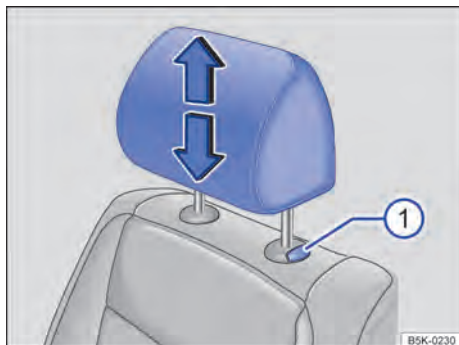
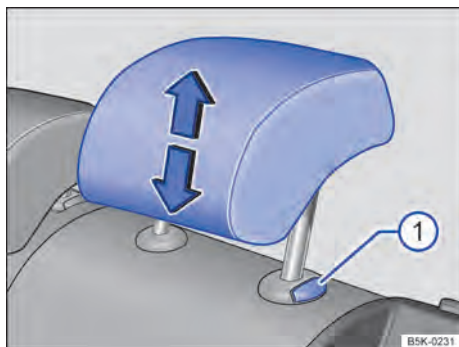

Fig. 75 Ajustar o apoio para cabeça dianteiro.
Fig. 76 Ajustar o apoio para cabeça traseiro.
- Empurrar o apoio para cabeça para cima no sentido da seta ou, com o botão → Fig. 75 ❶ ou → Fig. 76 ❶ pressionado, empurrar para baixo → ▲ em *Introdução ao tema* na página 92.